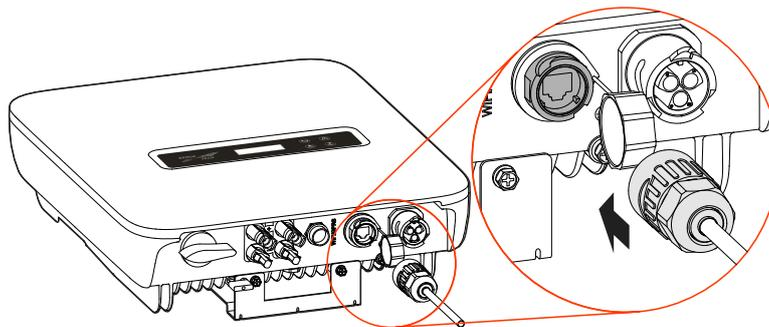

Figura 3-31 Inserte el puerto de comunicación
Paso 3 Atornille la cubierta impermeable en el puerto COM. e inserte el puerto RJ45 en el puerto COM. (como se muestra en la Figura 3-31) y atorníllelo.